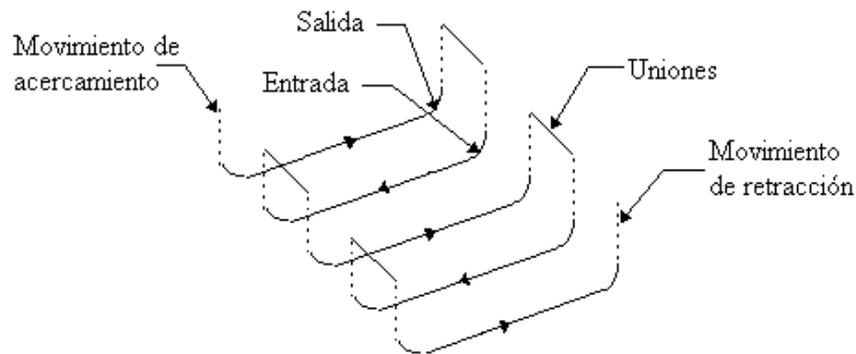

Figura 1.81 Segmentos sin corte de una trayectoria.
- Entradas, salidas y uniones , define los segmentos sin corte de una trayectoria (Figura 1.81).